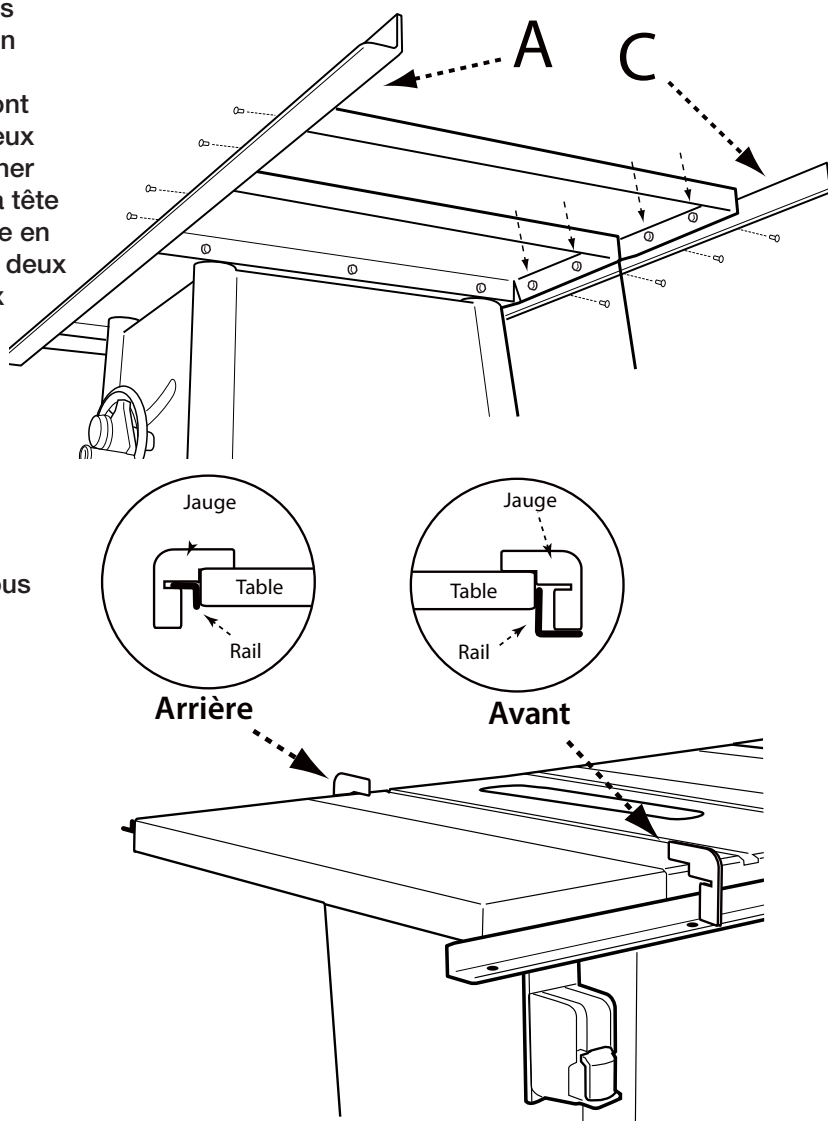

FIGURE 6
2. Attacher le rail avant (A) (2"x2"x57" pour les modèles de largeur de délinage de 30"), (2"x2"x79" pour les modèles de largeur de délinage de 52") à l'établi de scie et à ses rallonges à l'aide de vis à tête plate de 5/16-18x1 1/8". Aligner les trous du rail avec ceux situés sur l'établi et ses rallonges.
3. Utiliser la jauge d'alignement de rail fournie (B) pour s'assurer que le rail est à la bonne distance du sommet de l'établi des deux côtés de l'établi en fonte. (fig 6) Utiliser ensuite la jauge d'alignement de rail pour définir la même distance pour les rallonges d'établi.
5. Utiliser la jauge d'alignement de rail fournie (B) pour s'assurer que le rail est à la bonne distance du sommet de l'établi des deux côtés de l'établi en fonte. (fig 6) Utiliser ensuite la jauge d'alignement de rail pour définir la même distance pour les rallonges d'établi.